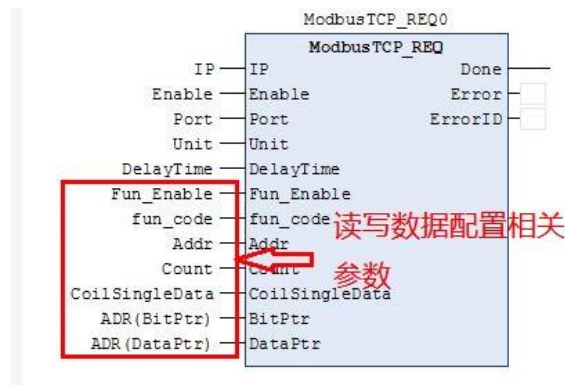

图 A-4 ModbusTCP\_Master 主站和从站通信参数设置示例
2、完成 ModbusTCP 主站连接从站相关参数配置后，对通信参数进行设置，设置参数如下表，设置参考示例如图 A-4。